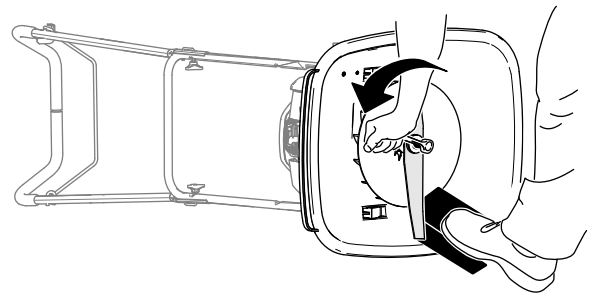

図 43
4. 角材などを使ってブレードをしっかり保持する **図 43**。